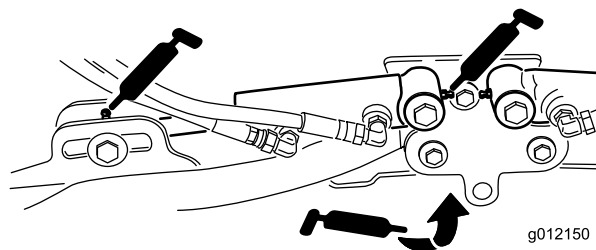

图 48
- 滚刀组提升臂枢轴（每个滚刀组 2 个）（图48）
- 提升臂枢轴（每个滚刀组 1 个）（图48）